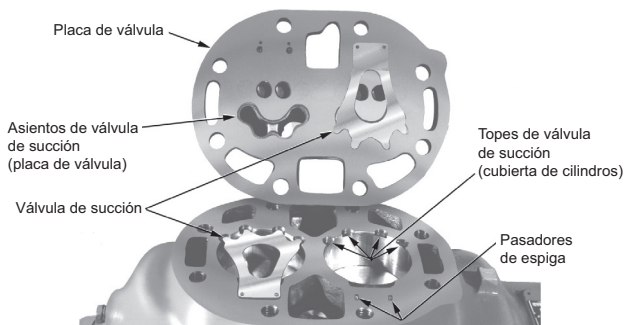
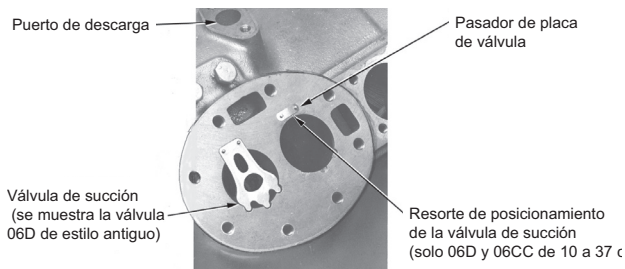

Fig. 5 — Placa de válvula extraída (Se muestra la placa de la válvula de refrigeración 06E)
Fig. 6 — Válvula de succión y posicionamiento Resortes en su lugar (se muestra 06D)
4. Haga palanca a lo largo de los lados de la placa de válvulas para quitar la placa de válvulas del cárter. Esto proporciona acceso a las válvulas de lengüeta de succión (ver Fig. 5). Retire las válvulas de succión de los pasadores guía. En los compresores 06D y 06CC (16 a 37 cfm), quite también los resortes de posicionamiento de la válvula de succión (vea la Fig. 6).
1. Si vuelve a ensamblar componentes existentes, no intercambie válvulas ni las voltee. Deben volver a montarse en su posición original. Instale los resortes de posicionamiento de la válvula de succión (solo compresores 06CC tamaño 16 a 37 cfm y 06D) en los pasadores guía. Ensamble los resortes de posicionamiento con los extremos del resorte apoyados contra la plataforma del cilindro (Fig. 6), el arco del resorte hacia arriba.